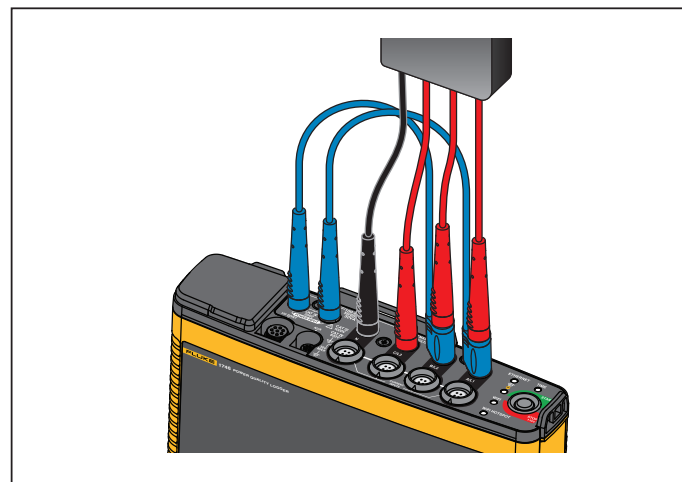

Рисунок 8. Измерение без нейтрального напряжения и источника питания прибора
- Подключите V/L2 ко второму входу источника питания. См. Рисунок 8.